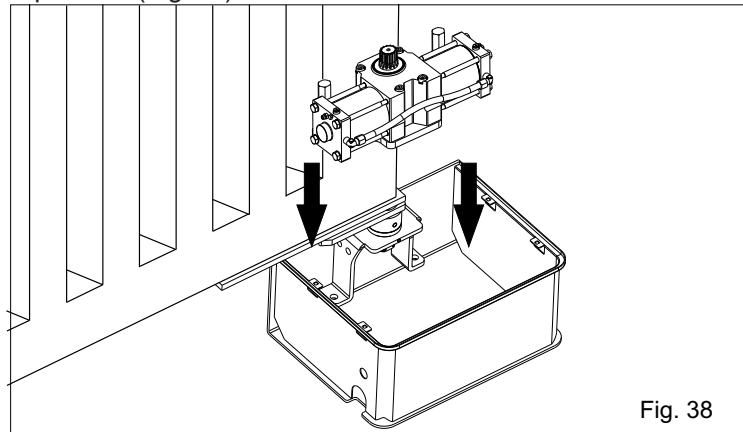
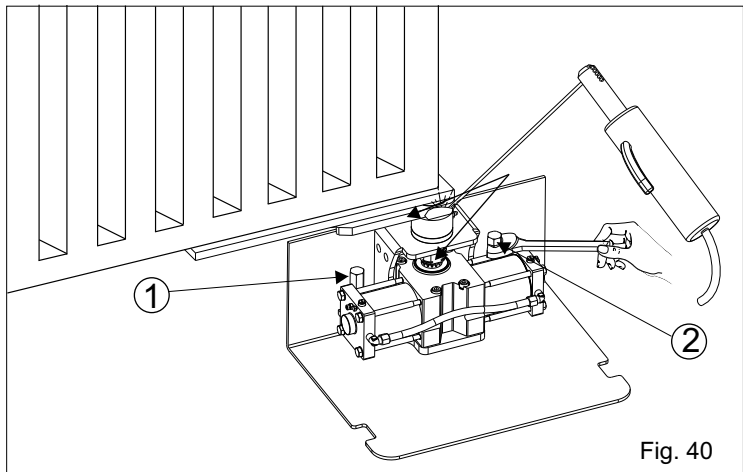

Fig. 38
Fig. 40
**12.1.** Introducir manualmente el operador en la caja portante (Fig. 38) y insertar el árbol acanalado del operador en el casquillo acanalado de la caja fijando el actuador con los tornillos especiales (Fig. 40).